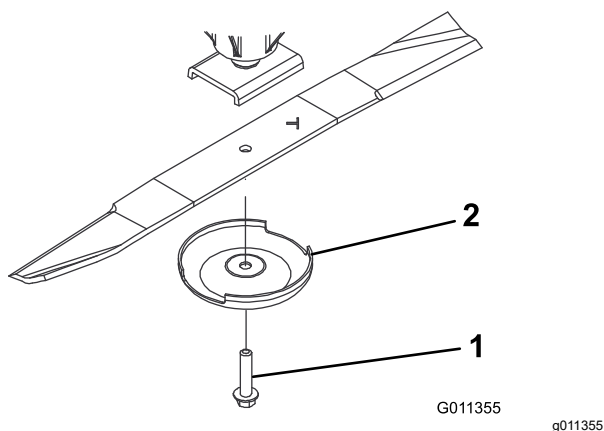

图 84
3. 卸掉刀片螺栓、防刮罩并从铰轴上取下刀片 (图 84)。